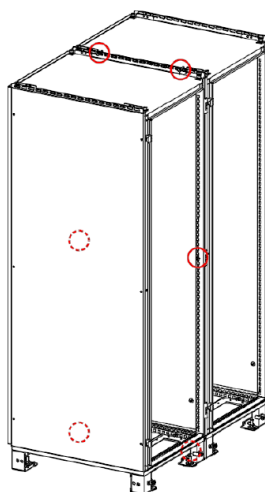

Figura 3-14 Posiciones de montaje de los pernos combinados
Paso 2 Pase los pernos de combinación suministrados a través de los orificios de combinación en las partes superiores, columnas y patas entre dos armarios adyacentes, y apriételos. La Figura 3-14 muestra las posiciones de montaje de los pernos de combinación.